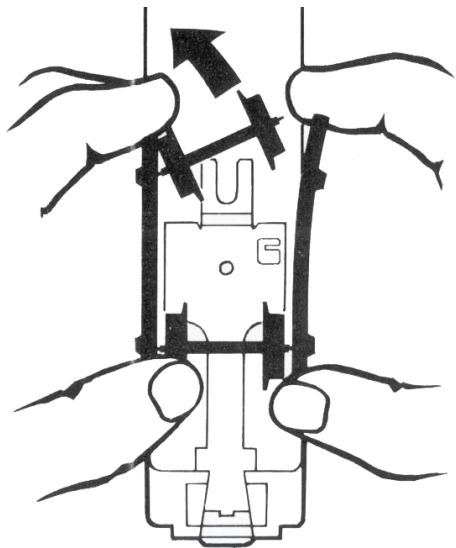

Fig. 2
3. Inneren Radsatz des betreffenden Drehgestells entfernen. Hierzu Drehgestellseitenteile leicht auseinander drücken (Fig. 2).
3. Remove the inner set of wheels from the bogie concerned by bending the sides of the bogie slightly outwards (fig. 2).
3. Retirer l'essieu intérieur du bogie correspondant. Pour y parvenir il faut légèrement écarter les longerons du bogie (Fig. 2).
3. Het naar het midden van het rijtuig gekeerde wielstel van het betreffende draaistel er even uit nemen, waarvoor de zijwanden daarvan ter plaatse van het wielstel voorzichtig iets van elkaar worden getrokken (Fig. 2).
3. Retirar el juego de ruedas interior del correspondiente bogie. Para ello separar ligeramente las partes laterales del bogie (fig. 2).
3. Allontanare l'asse interno con ruote dal rispettivo carrello. A questo scopo scostare leggermente le fiancate del carrello stesso (Fig. 2).
3. Avlägsna bogginns inre hjulsats genom att försiktigt böja ut boggiramens sidor (fig. 2).
3. Fjern bogiens indre hjulpar ved at trække bogiesidestykkerne let fra hinanden (Fig. 2).